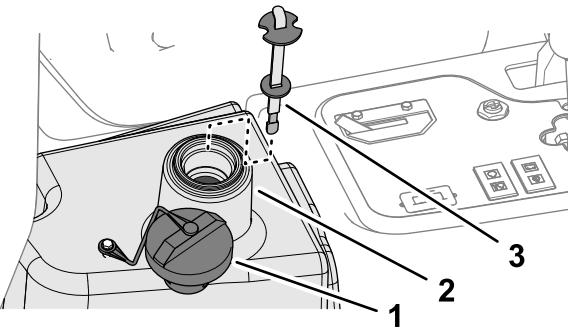

Рисунок 85
- Залейте в гидравлический бак (Рисунок 85) приблизительно 22,7 литра гидравлической жидкости; см. раздел Характеристики гидравлической жидкости \(страница 66\).